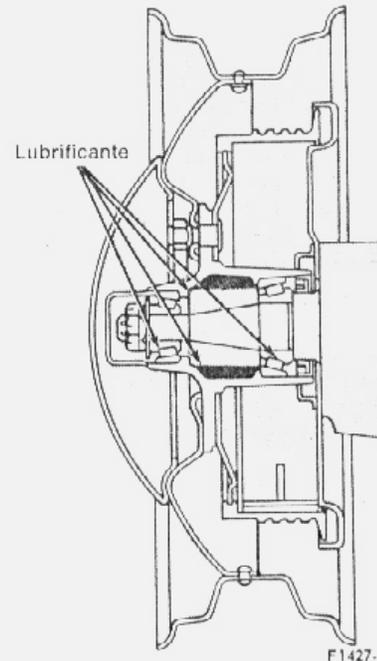

fig. 2 — lubrificação do cubo da roda dianteira
9. Lubrificar a parte interna do cubo com a graxa especificada para rolamentos de rodas. Colocar lubrificante no cubo somente até que a graxa fique no mesmo nível do diâmetro interno das capas do rolamento (fig. 2).
6. Colocar a graxa especificada no cubo em quantidade tal que a graxa fique nivelada com o diâmetro interno das duas capas de rolamento (fig. 2).